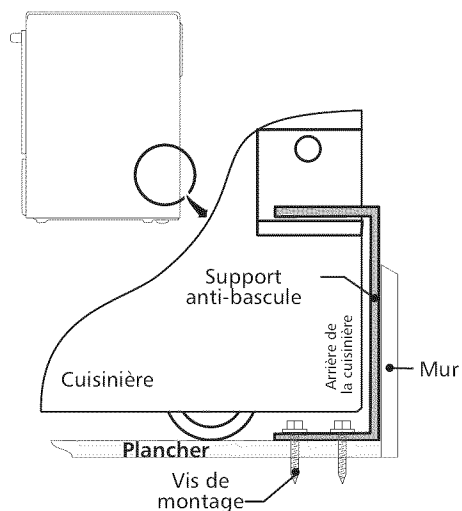

Figure 18
4. Enlevez le gabarit et placez le support anti-bascule sur le plancher. Alignez les trous dans le support anti-bascule avec les trous tracés sur le plancher et fixez avec les 4 vis fournies. Le support anti-bascule doit être fixé sur un plancher solide (Figure 18). Si vous les fixez à un plancher en béton, percez d'abord des trous pilotes de 3/16" (0.5 cm) de diamètre à l'aide d'un foret à maçonnerie.
6. Remplacez la cuisinière en la faisant glisser, en vous assurant que la patte centrale est bien agrippée au support anti-bascule (Figure 18). Abaissez l'appareil en ajustant les vis et les dispositifs de nivellement jusqu'à ce que le dessous de la surface vitrifiée touche à peine le dessus du comptoir. Référez-vous à la section Mise à niveau de la cuisinière.